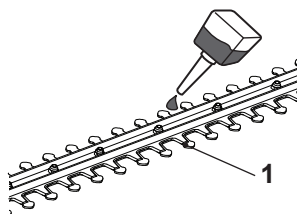

Fig. 9
- Lubrique las superficies internas de la cuchilla si el dispositivo de corte (cuchilla) (1) se sobrecalienta durante el funcionamiento (Fig. 9).
1. Mantenga el dispositivo de corte (cuchilla) (1) limpio y libre de residuos. Retire los recortes con un cepillo.
2. Aplique una pequeña cantidad de lubricante adecuado en el dispositivo de corte (cuchilla) para mantener un buen rendimiento de corte (Fig. 9).